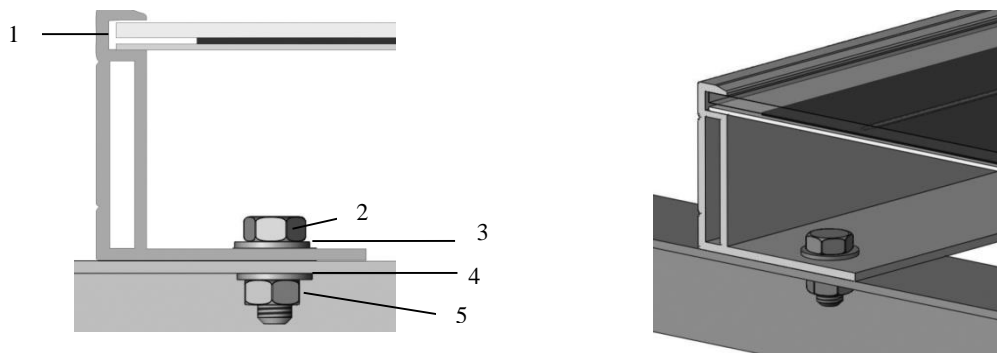

Abbildung 1. Installation des SPV-Moduls per Schraubbefestigung
- Befestigen Sie das Modul wie in Abbildung 1 gezeigt an allen Montagepunkten mit einer M8-Schraube sowie Federring, Unterlegscheibe und Mutter. Das angewendete Drehmoment sollte 16 ~ 20 Nm betragen.